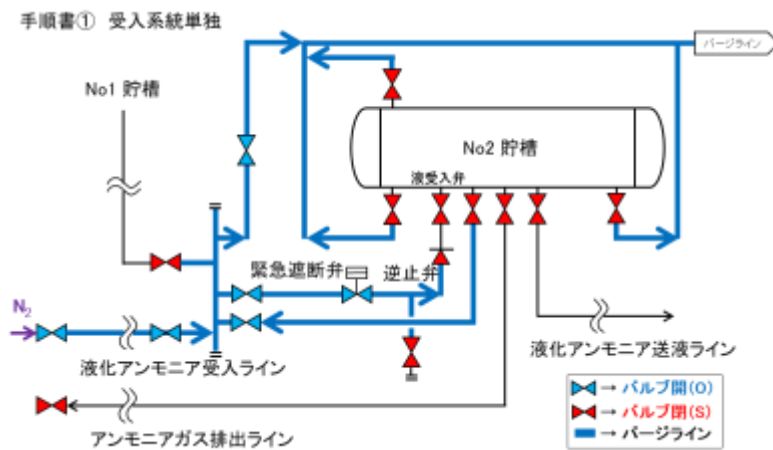
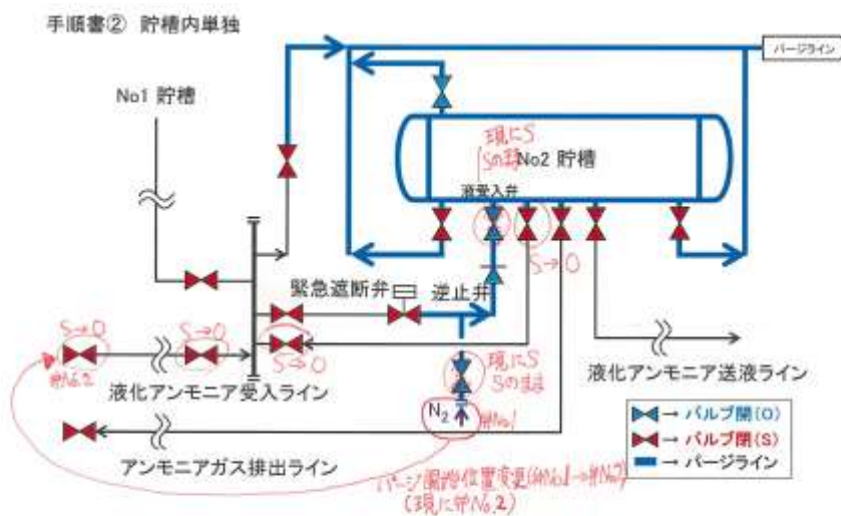
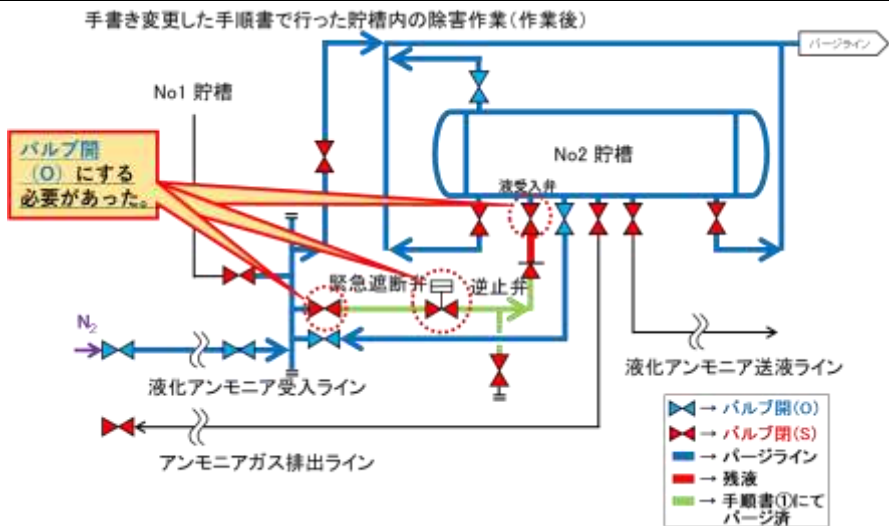
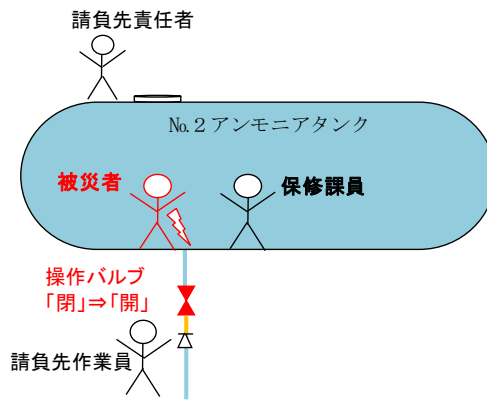

図2-1 作業手順書(手順書① 受入系統単独)
図 3 手順書②に手書き変更した手順書イメージ(作業前)
図4 手書き変更した手順書で行った貯槽内の除害作業(作業後)
図6 事故発生時の状況
<p>事故発生原因の詳細</p> <p>(1) 作業手順書</p> <p>この事業所には、N₂ パージにおける 3 つの作業手順書(①受入系統単独、②貯槽内単独、③受入系統および貯槽内の一括)があり、③の作業手順書を現場に持っていく必要があったが、誤って①と②の作業手順書を持って行った(図 2-1～3 を参照)。No.2 貯槽の N₂ パージの作業開始前に、別の作業手順書であることに気づき、その場にて手順書②を手書き変更した(図 3 を参照)。</p> <p>(2) 入槽前の作業</p> <p>手書きで変更した作業手順書にて除害作業を行った結果、液受入弁と逆止弁の間に液化アンモニアが残留した(図 4、5 参照)。</p> <p>(3) 事故発生時の状況</p> <p>事業所の作業員 2 名が貯槽内部の点検作業の中、協力会社の作業員は液化アンモニアが残留していると思わず、逆止弁の分解点検を行うため貯槽の底部に設けたバルブ(液受入弁)を開操作した(図 6 参照)。</p>